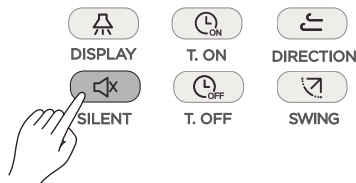

Figura 19
- Quando a unidade estiver no modo resfriamento ou aquecimento, pressione  (vide Figura 19) para ativar a função silenciosa. A tela exibe o ícone ;